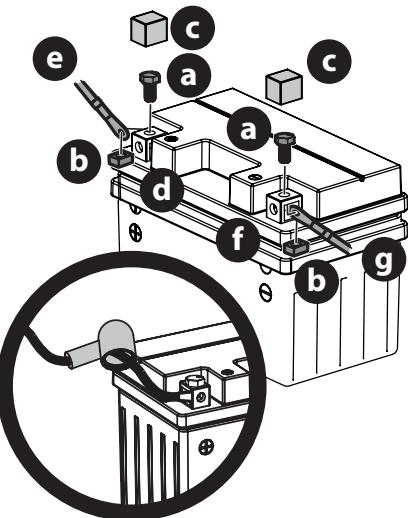

Figura 14
1. Extraiga los tornillos hexagonales (a) y las tuercas cuadradas (b) situados en el extremo del arnés de cables o en la bolsa que acompaña a este manual. Guarde los herramientas para uso posterior (Figura 14).
2. Retire la cubierta plástica (c), si está presente, del borne positivo de la batería (d) y una el cable rojo (e) al borne positivo de la batería (b) utilizando uno de los tornillos hexagonales (a) y las tuercas cuadradas (b) que se extrajeron en el paso 1. Use un destornillador Philips (Figura 14).
3. Coloque el capuchón de caucho rojo por encima del borne positivo de la batería para protegerlo contra la corrosión (el inserto en la Figura 14).
4. Retire la cubierta plástica (c), si está presente, del borne negativo de la batería (f) y una el cable negro (g) al borne negativo de la batería (f) utilizando el tornillo hexagonal restante (a) y la tuerca cuadrada (b) (Figura 14).